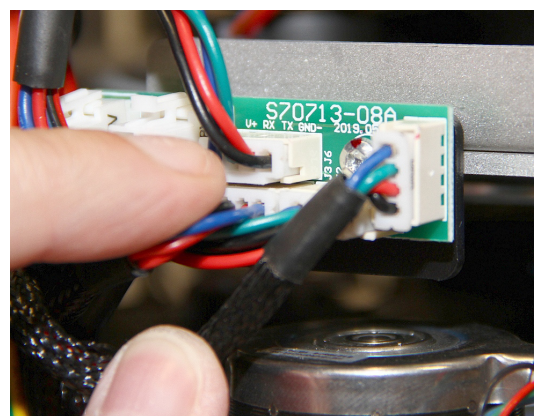

Bild 28: Anschluss des Effektmoduls
11. Siehe Bild 28. Verbinden Sie auf der Verbinder-PCB den Vielfachstecker des Goborad 3-Moduls DATA (oder den Vielfachstecker des Blendenschieber- moduls BLADE) mit dem Steckverbinder J6.